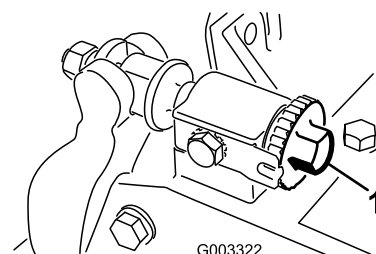

図 26
1. ベッドナイフ調整ノブ（図 26）を左に回して、ベッドナイフとリールの接触を完全になくす。